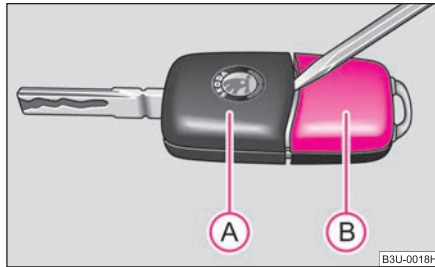

Fig. 19 Séparer la clé de la télécommande radio
Chaque clé à radiocommande possède une pile placée dans le couvercle (B) du boîtier de l'émetteur ⇒ fig. 19. Nous vous recommandons de ne faire remplacer les piles de clés que par un concessionnaire Škoda.
- Prenez un tournevis et débloquez prudemment la partie (A) de la clé ⇒ fig. 19 du boîtier (B) de l'émetteur.